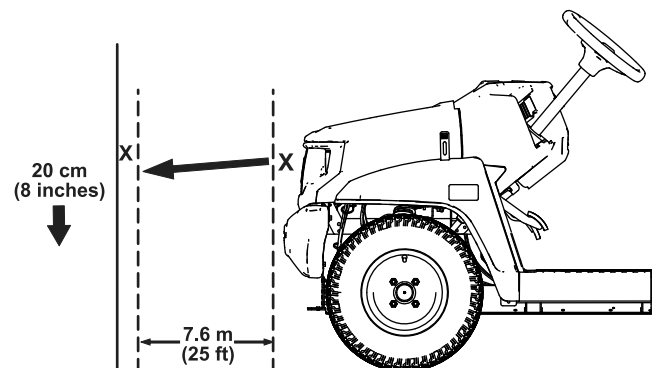

Bild 46
1. Stellen Sie die Maschine auf einer ebenen Fläche ab, dabei sollte der Abstand der Scheinwerfer ca. 7,6 m von einer Wand entfernt sein (Bild 46).
Der hellste Teil des Scheinwerfers sollte 20 cm unter der Markierung an der Wand liegen (Bild 46).